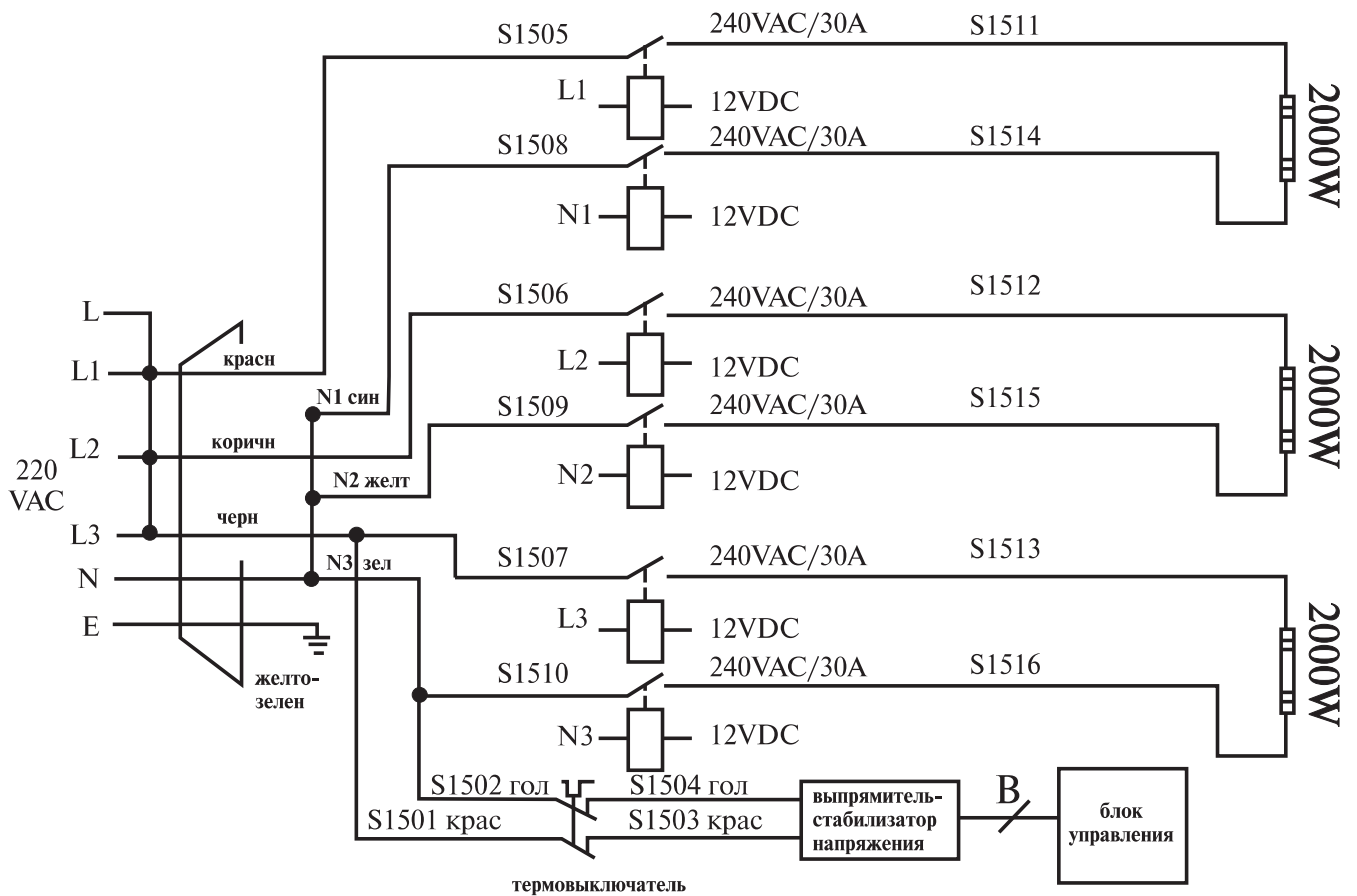

Рис.1. Расположение функциональных кнопок блока управления.
4.2. ЭВН укомплектован цифровым дисплеем с цветным экраном, на который выводится оперативная информация. Управление режимами работы, их программирование и изменение производится также с дисплея с помощью кнопок управления (см. рис. 1).